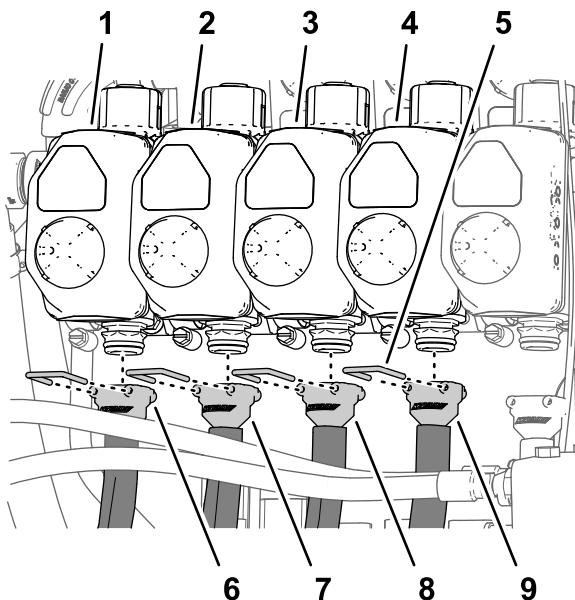
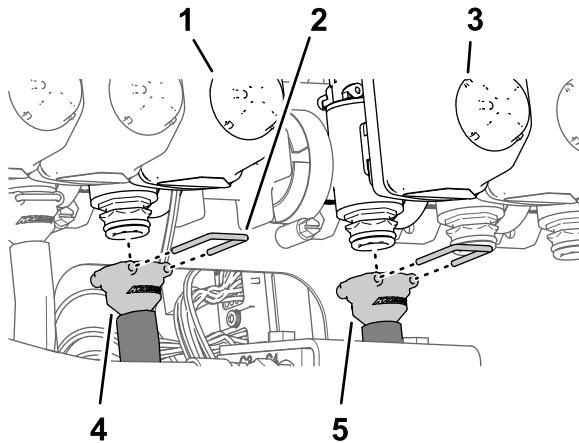
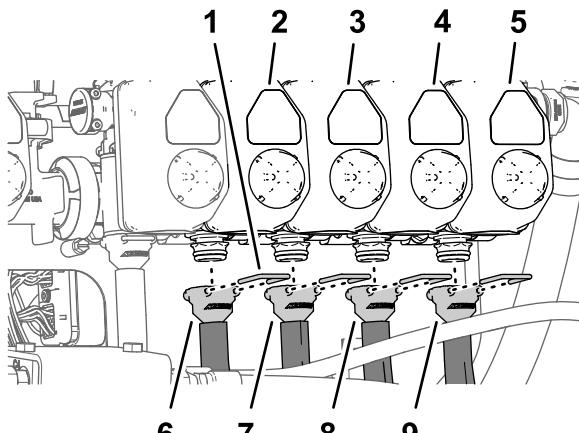

图126
图127
图128
注意 请参阅 将软管安装到喷嘴阀 1 至 4 \(页码 48\) 中的 图126、将软管安装到喷嘴阀 5 和 6 \(页码 48\) 中的 图127 和 将软管安装到喷嘴阀 7 至 10 \(页码 48\) 中的 图128 了解喷嘴位置。
1. 将 279cm 供水软管的直通宝塔接头安装到喷嘴阀 1 的连接器上图126。
2. 用卡环图126将宝塔接头固定在连接器上。
3. 将 234cm 供水软管的直通宝塔接头安装到喷嘴阀 2 的连接器上图126。
4. 用卡环图126将宝塔接头固定在连接器上。
5. 将 188cm 供水软管的直通宝塔接头安装到喷嘴阀 3 的连接器上图126。
6. 用卡环图126将宝塔接头固定在连接器上。
7. 将 188cm 供水软管的直通宝塔接头安装到喷嘴阀 4 的连接器上图126。
8. 用卡环图126将宝塔接头固定在连接器上。
1. 将 81cm 供水软管的直通宝塔接头安装到喷嘴阀 5 的连接器上图127。
2. 用卡环图127将宝塔接头固定在连接器上。
3. 将 81cm 供水软管的直通宝塔接头安装到喷嘴阀 6 的连接器上图127。
4. 用卡环图127将宝塔接头固定在连接器上。
1. 将 188cm 供水软管的直通宝塔接头安装到喷嘴阀 7 的连接器上图128。
2. 用卡环图128将宝塔接头固定在连接器上。
- 将 188cm 供水软管的直通宝塔接头安装到喷嘴阀 8 的连接器上 **图128**。
- 用卡环 **图128** 将宝塔接头固定在连接器上。
- 将 234cm 供水软管的直通宝塔接头安装到喷嘴阀 9 的连接器上 **图128**。
- 将 279cm 供水软管的直通宝塔接头安装到喷嘴阀 10 的连接器上 **图128**。
- 用卡环将宝塔接头固定在连接器上 **图128**。